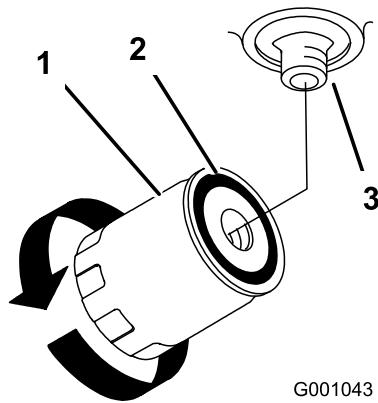

Figure 80
4. Appliquez une fine couche de liquide hydraulique sur le joint en caoutchouc du filtre de rechange (Figure 80).
7. Remplissez le réservoir hydraulique jusqu'à ce que le liquide déborde du filtre. Tournez alors le filtre à huile dans le sens horaire jusqu'à ce que le joint en caoutchouc vienne toucher l'adaptateur du filtre. Serrez ensuite le filtre de 1/2 tour supplémentaire (Figure 80).